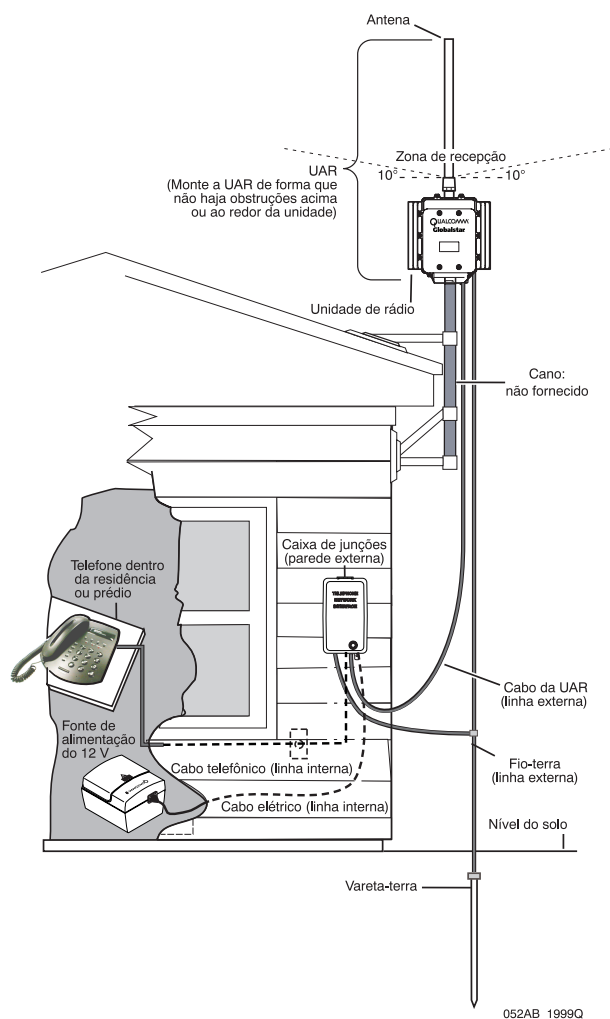

Figura 1. Instalação geral da UAR em um cano
1. A UAR deve ser montada num local aberto sem obstáculos em relação ao céu ou não funcionará. A antena da UAR deve ter uma visão desobstruída em relação ao céu até um plano de 10 graus acima da linha do horizonte (veja a Figura 1).
Figura 1 mostra um exemplo de como a unidade de antena de rádio (UAR) e a caixa de junções podem ser instaladas em um cano montado no exterior do prédio.
Em geral não. A zona de recepção é reduzida pela metade quando a antena é instalada na lateral do prédio ou residência. No entanto, você pode instalar braçadeiras para uma haste de sustentação na lateral de um prédio, elevar a haste acima do telhado e montar a UAR na extremidade. Consulte a Figura 1 na página 1 para ver como fazer isso.